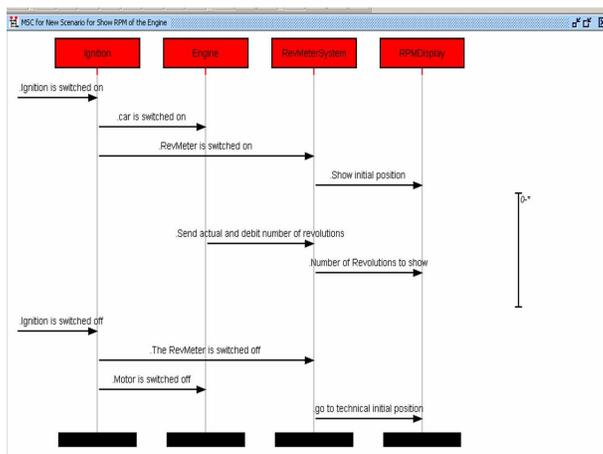

Abbildung 1: Sequenzdiagramm zu USE-Case „Show RPM of the Engine“
- Interaktionssicht: Siehe Abbildung 1